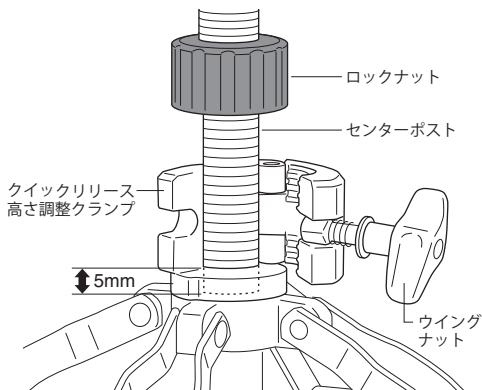

図1
4. ウイングナットをしっかりと締め、ロックナットをクランプに締めつけます (図 .1)。